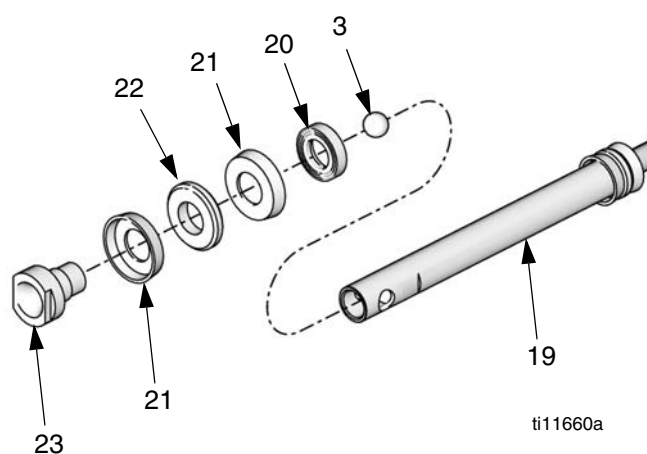

FIG. 16
3. Lubrique los sellos del pistón (21) y el cojinete (22) con grasa a base de litio n° 2. Instale el sello del pistón (21) con los bordes frontales apuntando hacia abajo, y el cojinete (22) y el segundo sello del pistón (21) con los bordes frontales hacia arriba sobre el pistón (23). Instale la arandela de reserva (20) con las ranuras hacia abajo. Consulte la FIG. 16 en la página 18.
4. Coloque la esfera (3) en la parte superior del cuerpo del pistón (23) y atornille el cuerpo del pistón y el vástago del pistón de fluido (19) entre sí. Apriete a un par de 30-35 lb-pie (41-48 N•m). Enrosque el alojamiento de la válvula del pistón (29) en la varilla de conexión inferior (19). Consulte la FIG. 16 en la página 18.
5. Instale el sello (51), con los bordes frontales hacia abajo, en el bastidor de la bomba de desplazamiento (36), luego instale el cojinete (31).